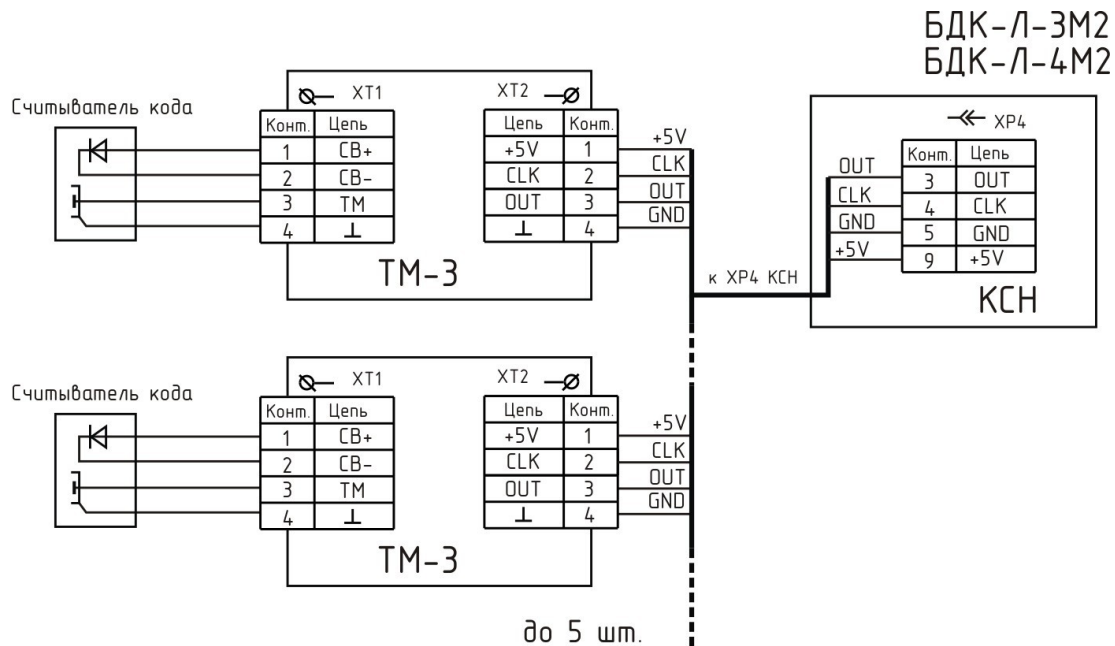

Рисунок 26 - Параллельное подключение ТМ-СЛДКС-3 до 5 шт.
7) Программируемыми переключателями JP1 и JP2 на плате ТМ-СЛДКС-3 установить собственный адрес блока от 1 до 5. Допускается параллельное подключение ТМ-СЛДКС-3 к одному КСН до 5 шт. (рисунок 26).